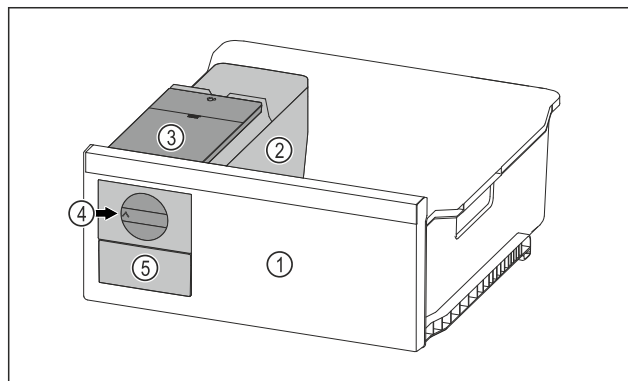

Fig. 128 Beispielhafte Darstellung
- Drehknopf Fig. 128 (4) im Uhrzeigersinn bis zum Anschlag drehen.
- Eiswürfel fallen aus der Eiswürfelschale in das Eiswürfelschubfach Fig. 128 (5).